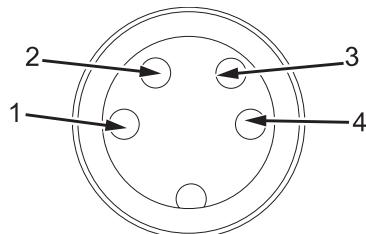

Figura 3-7: Diagrama da pinagem do conector do codificador de eixo (fêmea)
**Nota:** A Figura 3-7 representa o ponto de vista do conector na lateral da impressora.